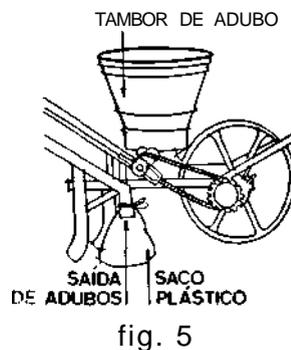

fig. 5
d) Ponha um saco plástico na saída de adubo e regule o registro de saída (fig. 5).